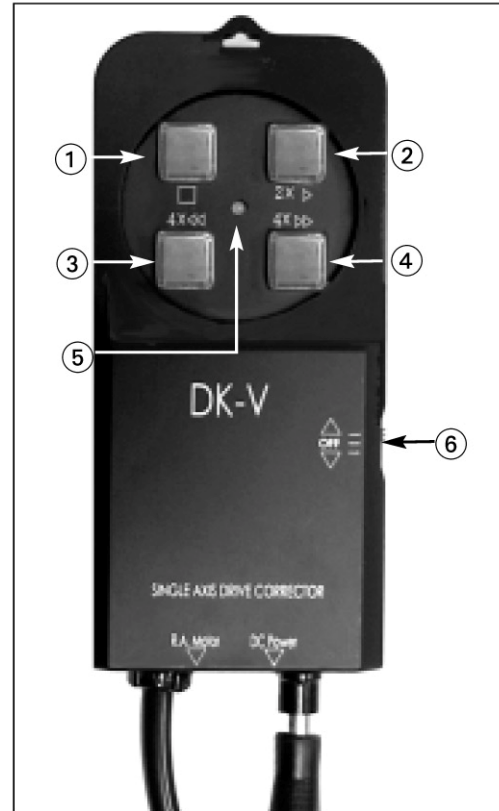

Fig. 19: (1) □ (botón cuadrado), (2) botón 2X▷ (3) botón 4X◁◁, (4) botón 4X▷▷, (5) LED, (6) Switch Selector de Hemisferio.
El botón selector de hemisferio (**5, Fig. 19**) le permite seleccionar el hemisferio de su locación. Mueva el switch hacia arriba par seleccionar el Hemisferio Norte y hacia abajo para el Hemisferio Sur. Colóquelo en la posición OFF para apagar el motor. La LED (**5**) indica cuando el sistema tiene corriente.
- □ (Símbolo d cuadrado, **1, Fig. 19**): Detiene el motor. En el ocular, los objetos celestes se correrán hacia el oeste.
- 2X▷ (**2, Fig. 19**): Duplica la velocidad del telescopio. Mueve el telescopio hacia el Oeste, que hace que los objetos en el ocular se corran en la dirección opuesta, p. Ej.: Este.
- 4X◁◁ (**3, Fig. 19**): Invierte la dirección del motor y la velocidad en esa dirección. Mueve el telescopio hacia el Este, que hace que los objetos en el ocular se corran al Oeste.
- 4X▷▷ (**4, Fig. 19**): Cuadruplica la velocidad del telescopio. Mueve el telescopio hacia el Oeste, lo que hace que los objetos en el ocular se corran hacia el Este.